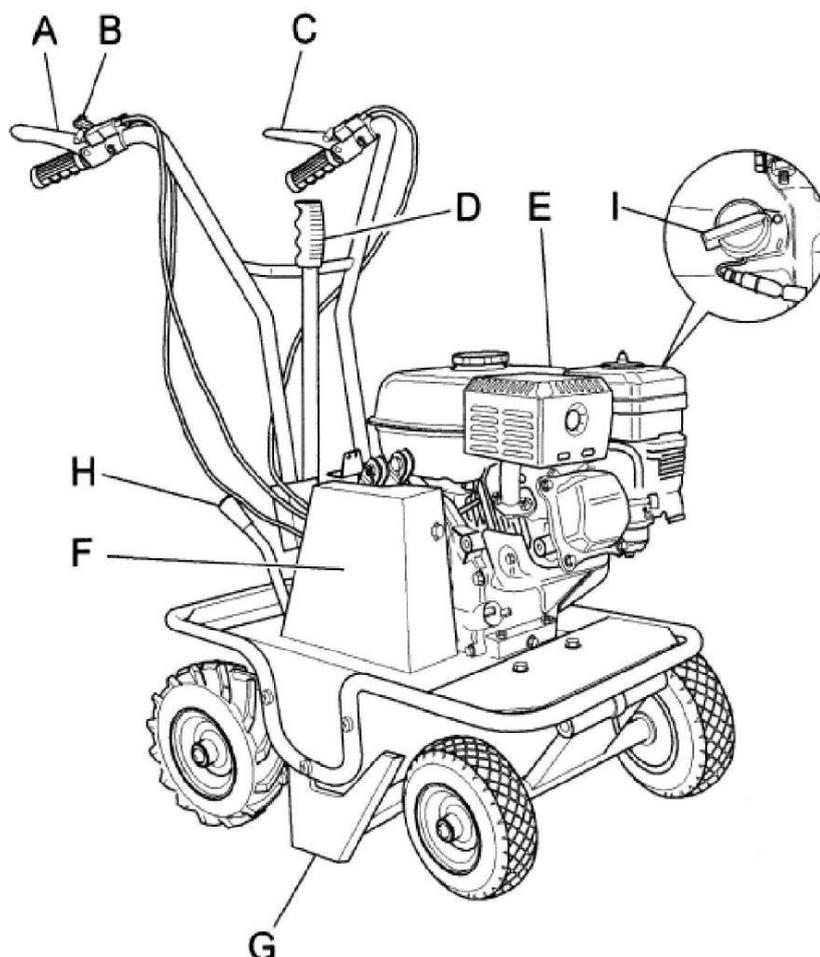

Рисунок 1
Крышка (рис. 1, поз. F) предотвращает любой контакт с движущимися частями машины. Использование машины без указанной крышки строго запрещено.
*Выберите необходимую передачу только после выключения переднего сцепления, отпуская относительный рычаг (рис. 1, поз. С).*
- Перед включением двигателя убедитесь, что оба рычага включения (передний рычаг контроля сцепления - рис. 1, поз. С и рычаг контроля сцепления ножа - рис. 1, поз. А) находятся в ослабленном положении; затем поместите рычаг передач в нейтральное положение (рис. 2, поз. С)
- Не следует перемещать крышку (рис. 1, поз. F) во время использования машины.
- Перед окончанием работ установите рычаг передач в нейтральное положение (рис. 2, поз. С) и выключите двигатель, перемещая выключатель (Рис. 1, поз. I) в положение 0. Для большей безопасности отключите кран питания (рис. 4).